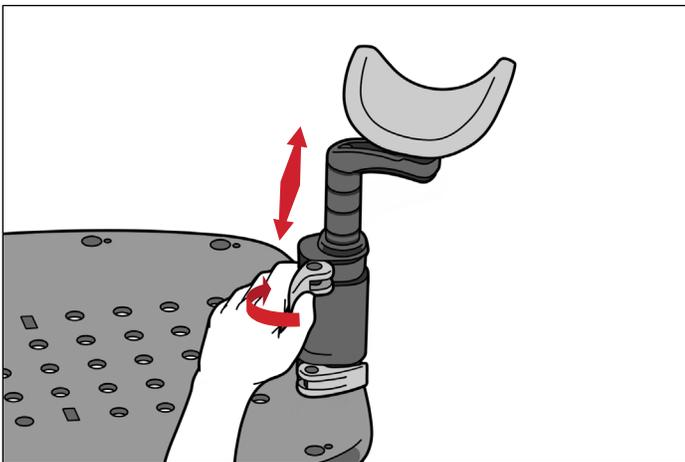
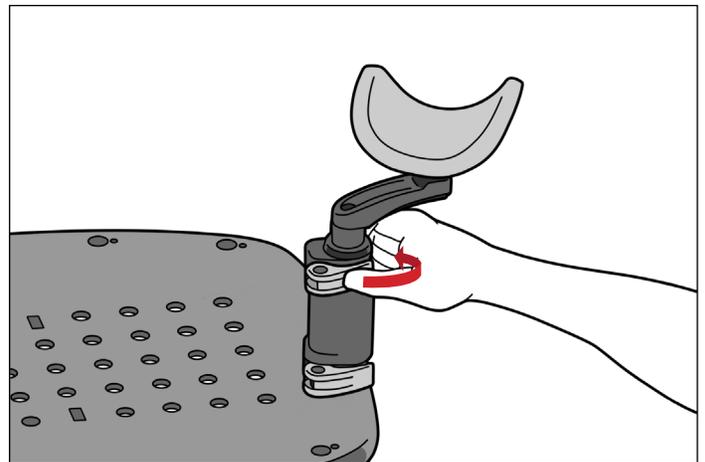

ABB. 17
ABB. 18
3. Zum Anheben oder Absenken der Handgelenkstütze öffnen Sie den oberen Hebel. Heben, senken oder drehen Sie die Schale in die gewünschte Position und schließen Sie den oberen Hebel (Abb. 17 und Abb. 18).